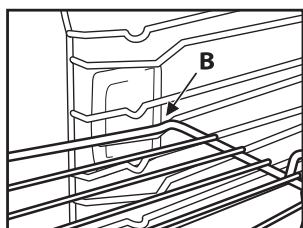

Fig. 2
2. Inclinez la grille à hauteur de la position de blocage « B » (Fig. 2).